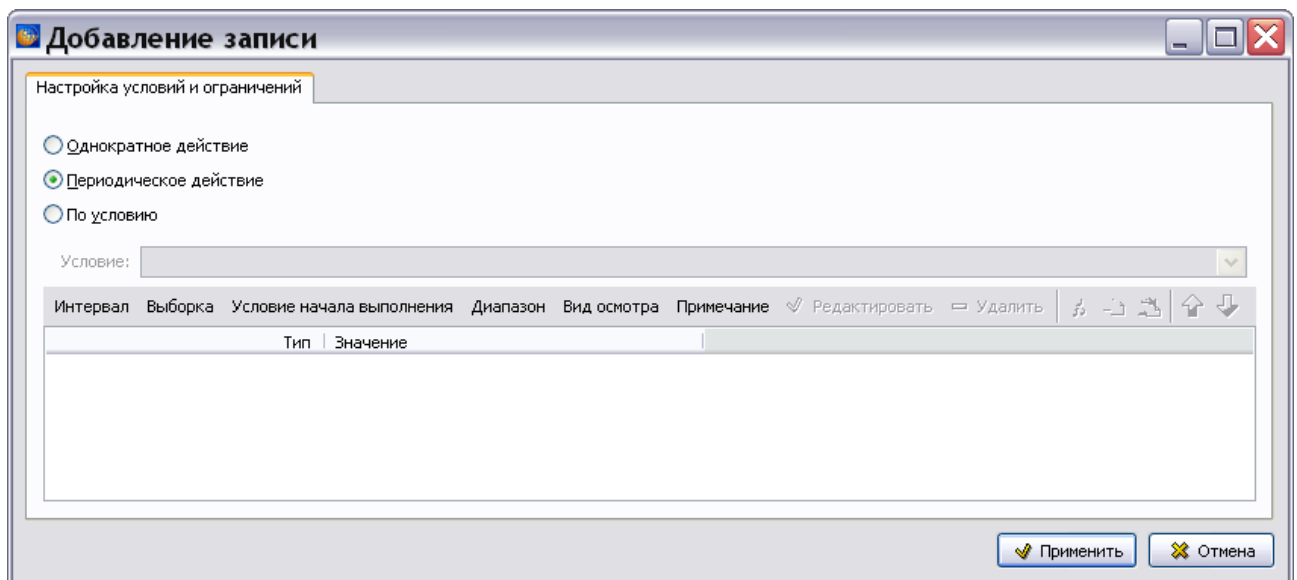

Рисунок 794
5) Перейдите в окно **Условия проведения работ**. В его правой части нажмите на кнопку **Добавить** . При этом появится диалоговое окно **Добавление записи** с вкладкой **Настройка условий и ограничений** (рисунок 794).
Вид окна **Добавление записи** зависит от выбранного вида работы. По умолчанию установлено значение **Периодическое действие**. Поле **Условие** недоступно для ввода данных (рисунок 794).